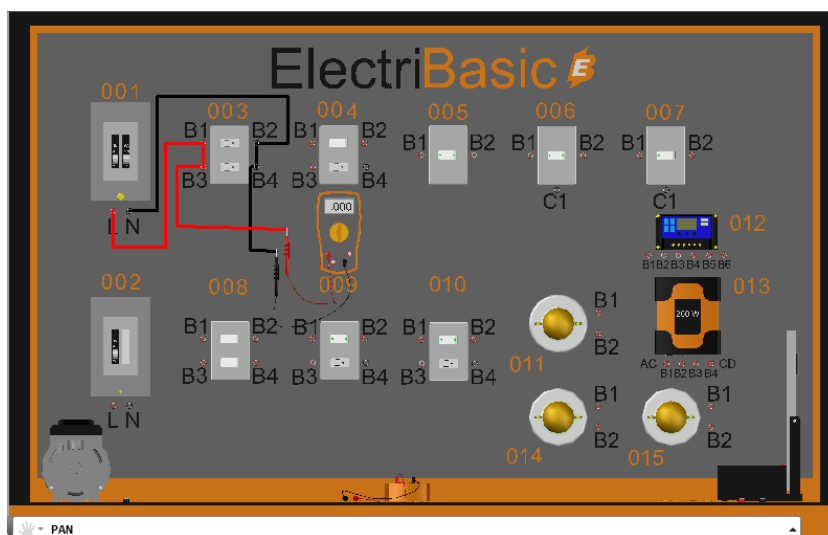

Fig.2 Medición de voltaje en contacto polarizado.
- 6.- Con el multímetro (019) realizar la medición de voltaje de corriente alterna en paralelo, el cable rojo (INPUT) a 003-B1 y el cable negro (COM) a 003-B2, y posteriormente con los bornes 003-B3 y 003-B4 respectivamente, véase en Fig.2